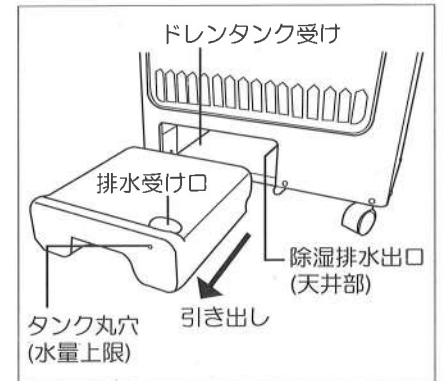

図10
- ☑除湿水排出口とタンクの排水受け口に、ずれが生じると除湿水で周囲を汚す元になります。(図10参照)